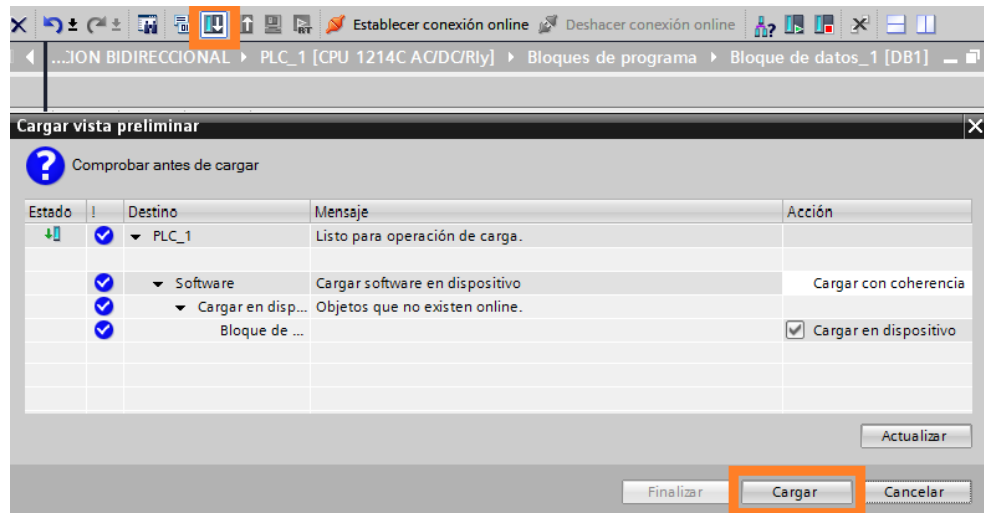

Figura 105: Cargar programación.
8. Cargar la programación Figura 105.